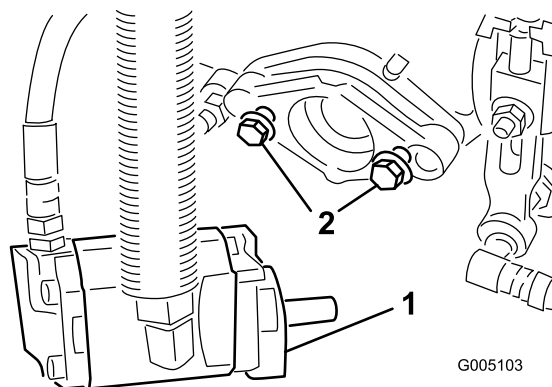

Figure 12
7. Installez les boulons de montage du moteur d'entraînement des cylindres sur chaque plateau de coupe. Laissez dépasser approximativement 13 mm du filetage sur chaque boulon de fixation (Figure 12).
11. Resserrez les boulons de montage (Figure 12).